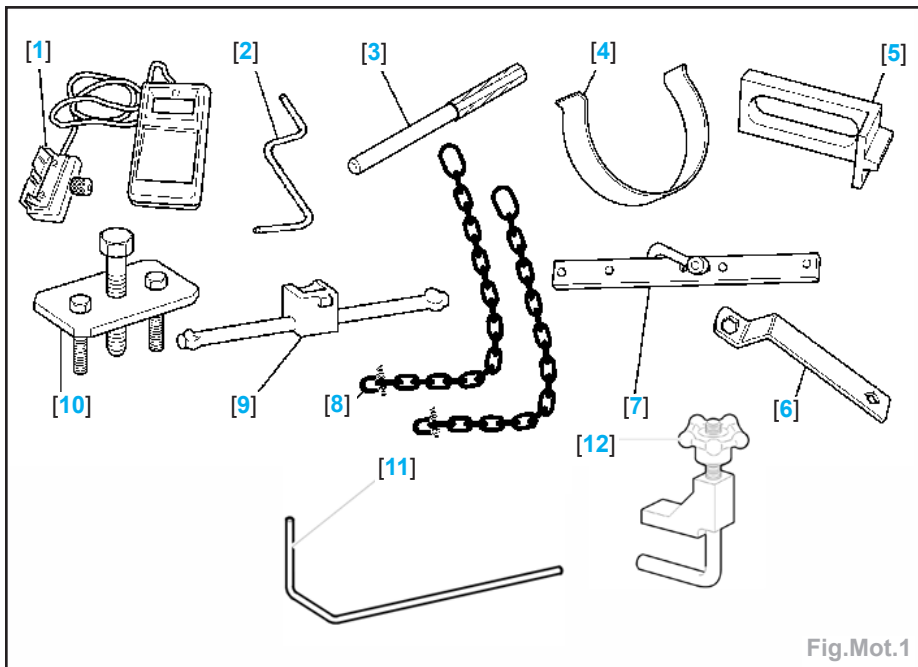

Fig.Mot.1
- Culasse (Fig.Mot.1) :
- Outils nécessaires (Fig.Mot.1) :